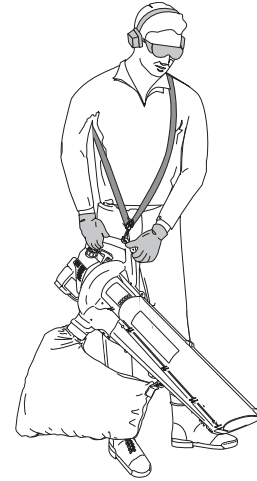

Abb. 8
5. Den Tragegurt über den Kopf ziehen und auf die Schulter legen (Abb. 8).
6. Nehmen Sie die Benutzungsposition ein (Abb. 8) und stellen Sie, abhängig von Ihrer Körpergröße, die Länge des Tragegurtes ein.